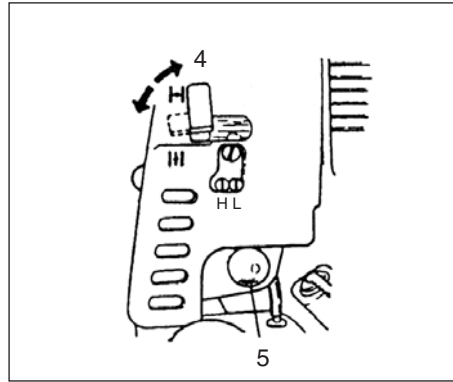

Fig.2-3
\*Pumpa på handpumpens blåsa (5) tills bränsle strömmar in i returledningen (om sådanfinns). (Fig. 2-3)
2. Med avtryckaren (2) nedtryckt (om sådan finns) skall du dra gasreglaget och trycka på gasregeringslåset (1). Släpp därefter först gasreglaget sakta och sedan avtryckaren (2). Detta gör att gasreglaget blir låst i startläget.
(Fig. 2-3)